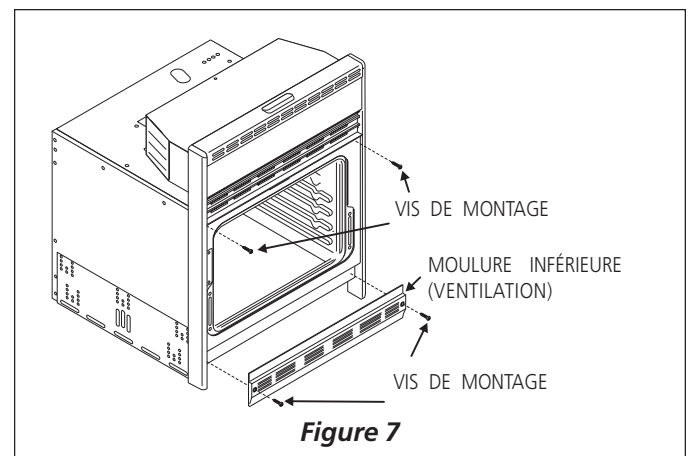

Figure 7
1. Alignez les 2 trous de montage de la moulure inférieure (ventilation) avec les trous dans le bas du cadre avant, sous la porte (voir figure 7).